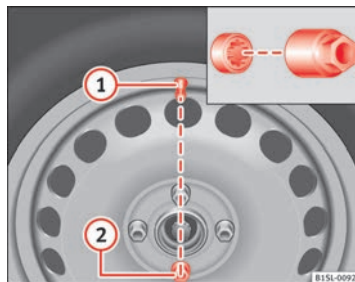

Fig. 144 Substituição de roda: Válvula do pneu ① e localização do parafuso anti-roubo da roda ②.
Em rodas com tampão integral, o parafuso anti-roubo da roda deve estar enroscado na posição ⇒ Fig. 144 . Caso contrário não será possível montar o tampão integral.
- Inserir o adaptador até ao batente no parafuso anti-roubo ⇒ Fig. 144.